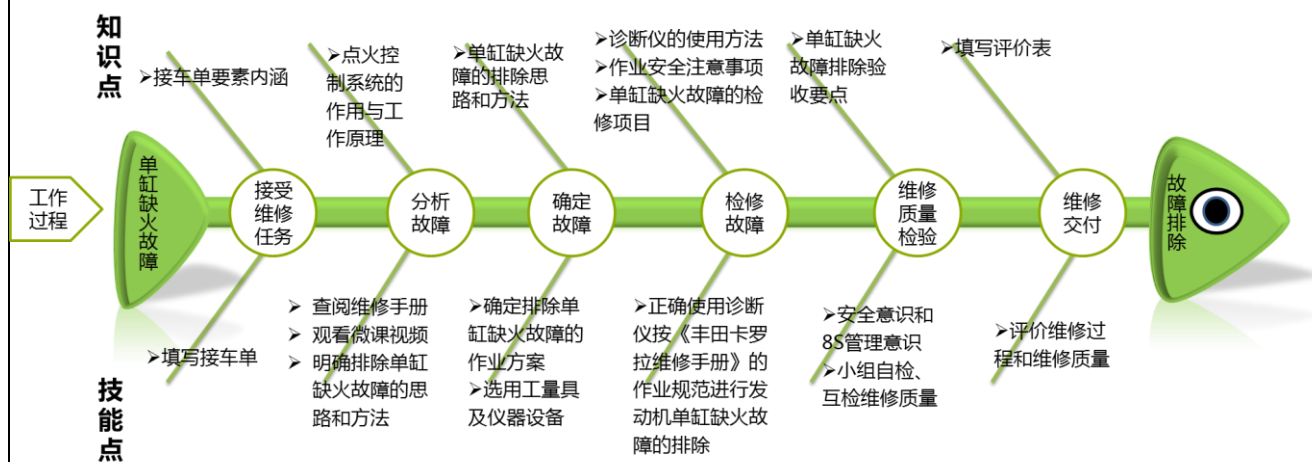

图 6 学习内容鱼骨图
3. 根据企业工作过程提炼学习内容，分析具体知识点和技能点，如图 6 所示。